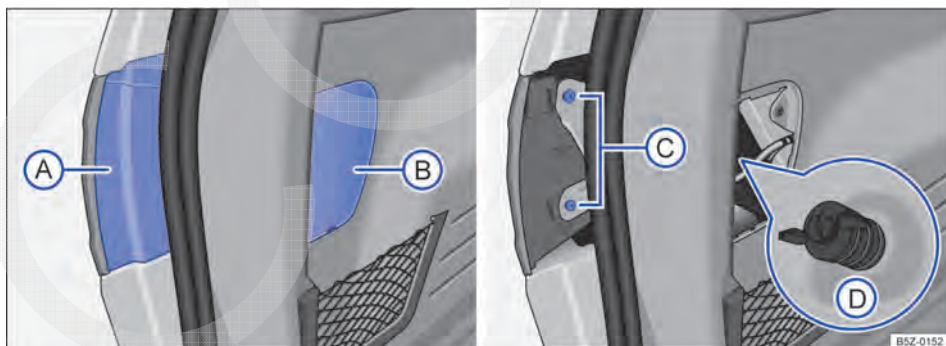
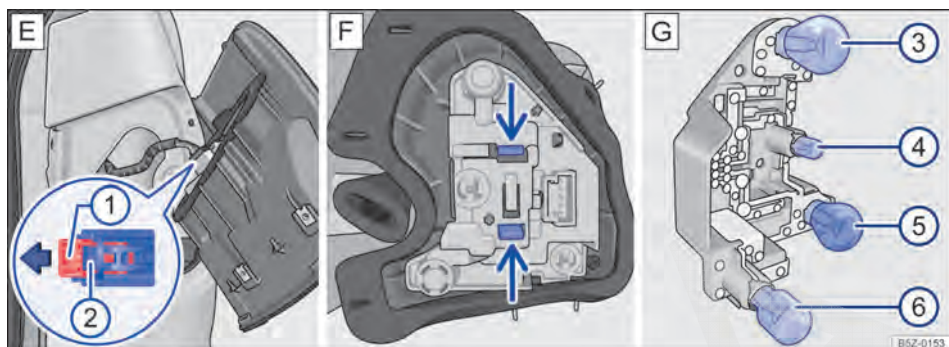

Fig. 176 Na carroceria: A e B coberturas para remover a lanterna, C parafusos de fixação na carroceria, D parafuso borboleta (lupa).
Fig. 177 Lanterna traseira: E: remover a lanterna da carroceria; F: suporte das lâmpadas; G: no suporte das lâmpadas.
3. Remover com cuidado a cobertura (A) → Fig. 176 pela parte superior.
4. Remover com cuidado a cobertura (B) pela parte inferior.
5. Remover os parafusos de fixação → Fig. 176 (C).
6. Soltar o parafuso borboleta (D), segurando, ao mesmo tempo, a lanterna traseira.
7. Puxar cuidadosamente a lanterna para fora, para desencaixá-la da carroceria → ①.
8. Retirar o conector de alimentação, primeiramente puxar a trava vermelha (1) no sentido da seta → Fig. 177 E e remover o conector (2) da lanterna.
10. Para destravar o suporte das lâmpadas, pressionar cada lingueta de travamento → Fig. 177 F no sentido das setas.
12. Para remover as lâmpadas incandescentes queimadas → Fig. 177 G (3) e (5), pressionar a lâmpada contra o suporte e girar no **sentido anti-horário** para removê-la.
13. Para remover as lâmpadas incandescentes queimadas → Fig. 177 G (4) e (6), puxar a lâmpada do suporte para removê-la.
15. Para inserir as lâmpadas novas (3) e (5) no suporte, colocar a nova lâmpada no respectivo alojamento, pressionar a lâmpada e girar no **sentido horário** até o batente.
16. Para inserir as lâmpadas novas (4) e (6) no suporte, encaixar a nova lâmpada no respectivo alojamento e empurrar a lâmpada no suporte.
18. Instalar o suporte das lâmpadas na lanterna traseira. As linguetas de travamento → Fig. 177 F devem encaixar de forma audível. ▶
A localização e a identificação das lâmpadas incandescentes → Fig. 177 G estão relacionadas a seguir: